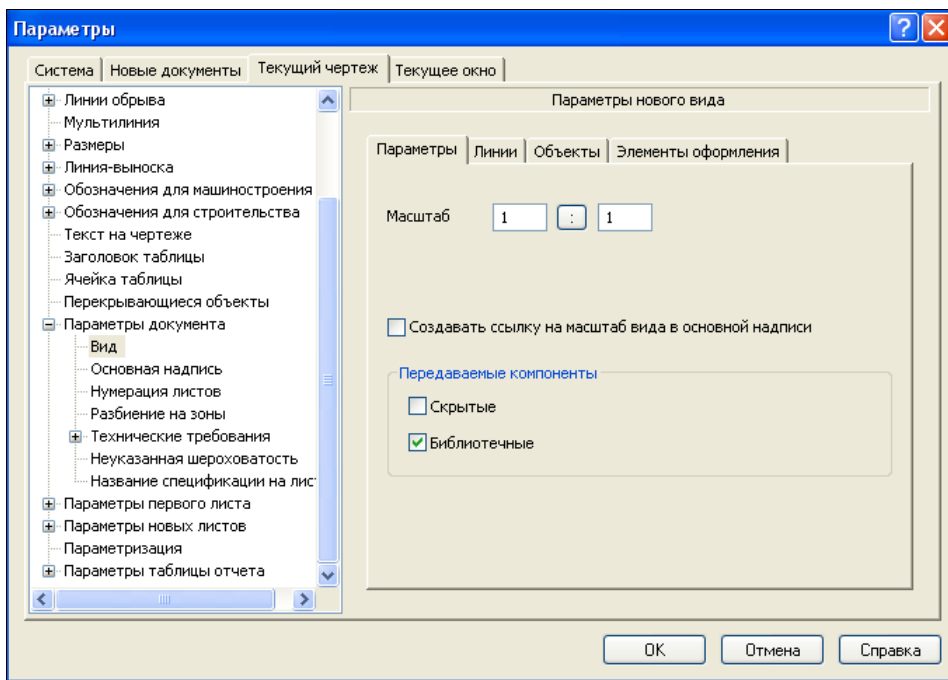

Рис. 13.2. Диалоговое окно **Параметры** с открытым пунктом **Вид** на вкладке **Параметры**
- ◆ щелкните ЛК мыши по пункту **Вид**. В правой части появилась панель **Параметры нового вида** (рис. 13.2). Она имеет четыре вкладки: **Параметры**, **Линии**, **Объекты** и **Элементы оформления**. На вкладке **Параметры** вы можете задать параметры по умолчанию создания видов чертежа: